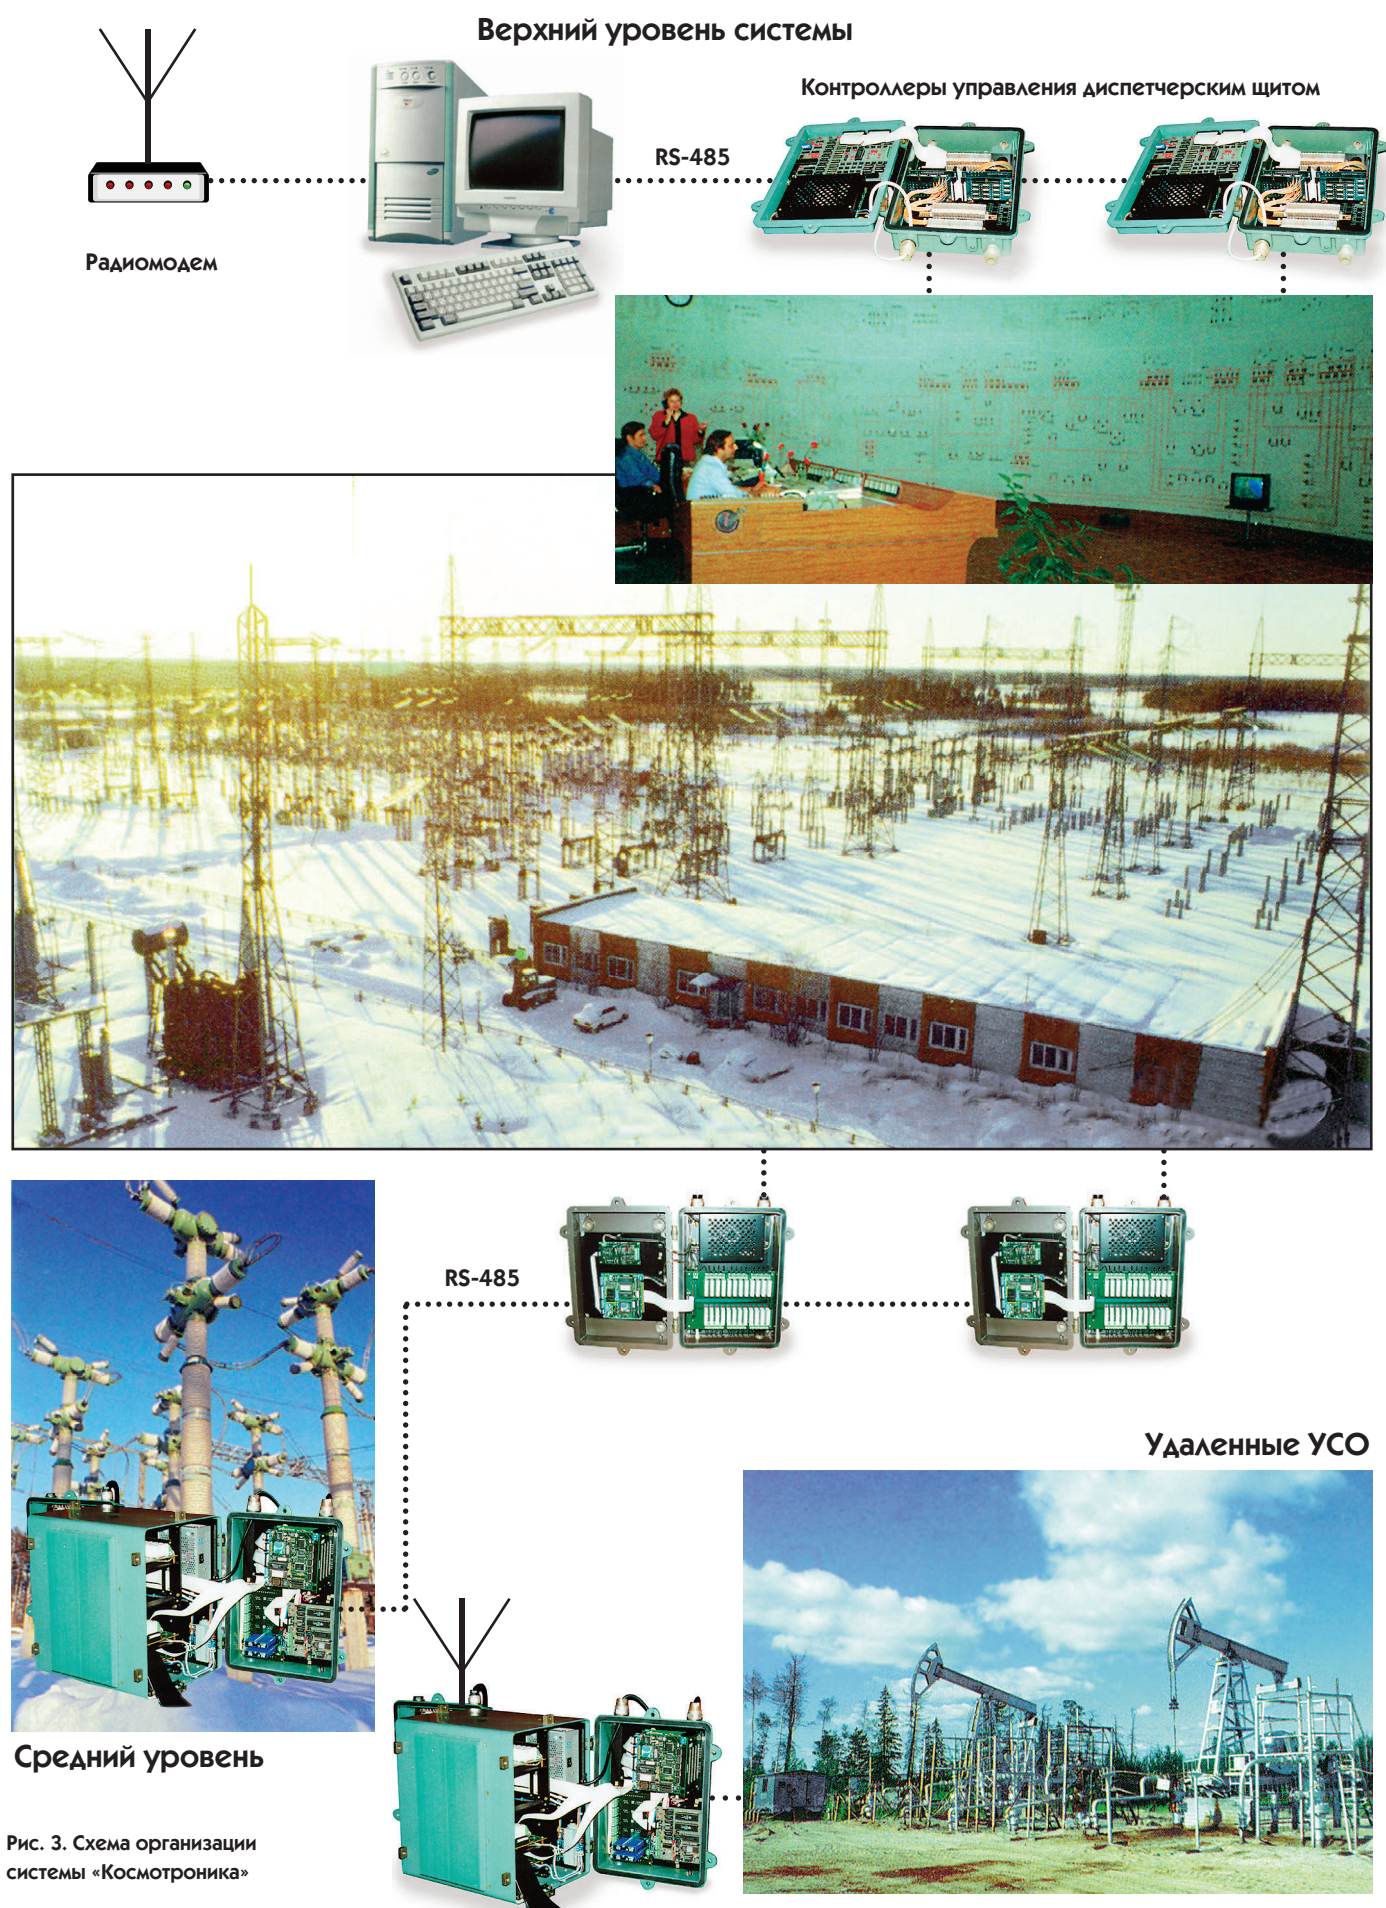

Рис. 2. Пульт оператора
- Возможность настройки контроллеров непосредственно на объекте с помощью специализированного малогабаритного пульта (рис. 2).